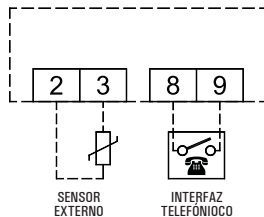

Fig. 4
3. Realizar las conexiones eléctricas siguiendo el esquema de conexión de Fig. 4.